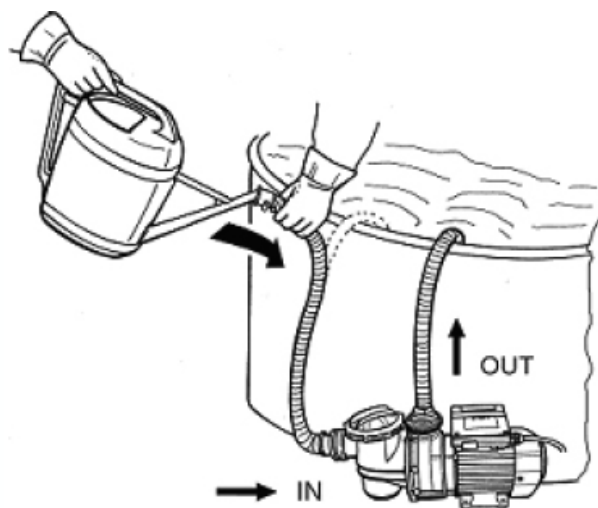

Fig. 16
- 8) Naplňte čerpadlo vodou. (Doporučujeme postupovat dle obrázku Fig 16) Naplňte otvor pro sání vodou a čekejte až se naplní vodoou celé čerpadlo (také otvor pro odtok) a hadice. Teprve poté můžete čerpadlo uvést do provozu. Po spuštění čerpadlo vytlačí zbývající vzduch a uvede se do provozu.